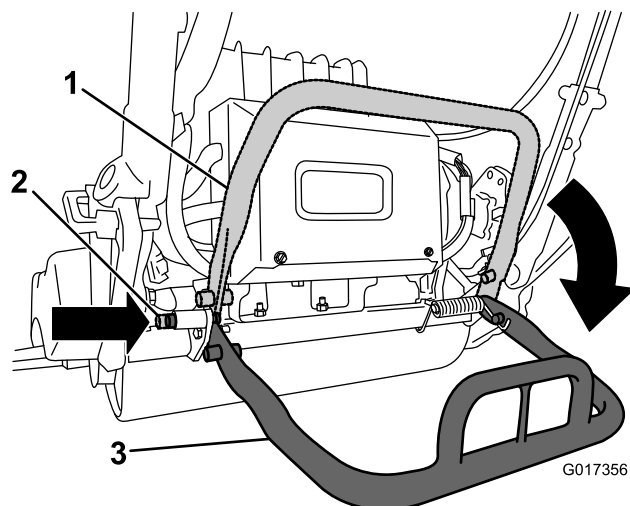

Figura 4
2. Abbassate il cavalletto e premete il perno di bloccaggio per fissarlo in posizione di servizio (Figura 4). Appoggiate la macchina sul cavalletto di bloccaggio.